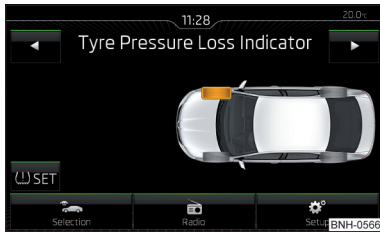

Abb. 119
- Die Funktionstaste (Ⓛ) SET » Abb. 119 betätigen.
Bei aufleuchtender Kontrollleuchte (Ⓛ) im Kombi-Instrument kann im Infotainment der betroffene Reifen angezeigt werden » Abb. 119.